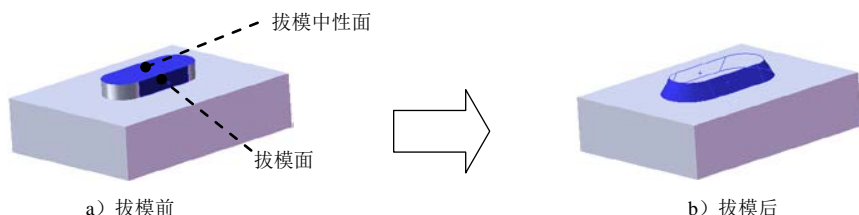

图 16.6.34 拔模 1
(3) 定义拉伸深度属性。
① 定义深度方向。采用系统默认的深度方向。
② 定义深度类型和深度值。在“凸台—拉伸”对话框 **方向1** 区域的下拉列表中选择 **给定深度** 选项，在  中输入深度值 1.5。选中 ☒ **合并结果(M)** 复选框。
(4) 单击  按钮，完成凸台—拉伸 2 的创建。
Step4. 创建图 16.6.34 所示的零件特征——拔模 1。
(1) 选择命令。选择下拉菜单 **插入(I)** → **特征(F)** → **拔模(B)...** 命令 (或单击“特征(F)”工具栏中的  按钮)。